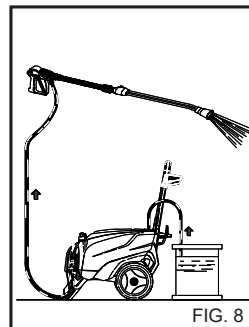

FIG. 8
После использования мощного средства система всасывания химиката должна быть промыта чистой водой, (fig. 8).
- 1) После использования моющего средства сполосните под давлением контур подачи воды: включите насос на 1 минуту с полностью закрытым дозировочным краном. (fig. 8)
- 4) После использования моющего средства сполосните под давлением контур подачи воды: включите насос на 1 минуту с полностью закрытым дозировочным краном. (fig. 8).